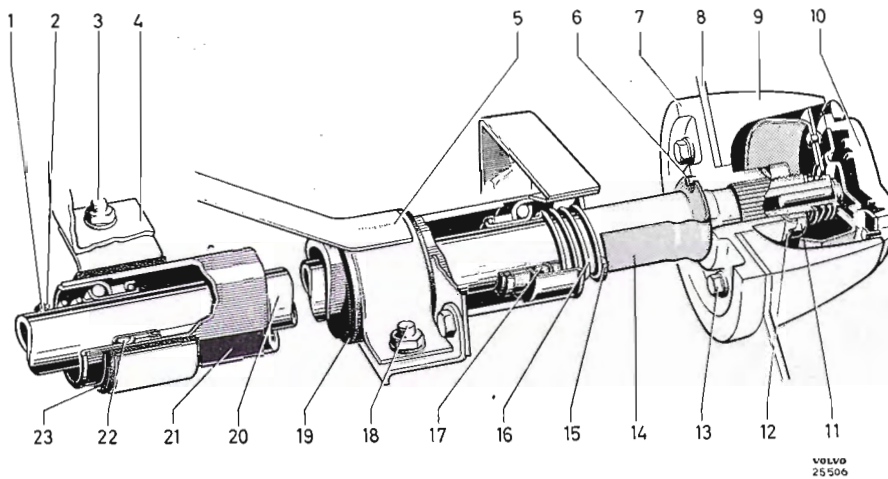

Abb. 43 Lenkspindellagerung, 1800 früh. Ausf.
5. Feder und Lagersitz auf die obere Lenkspindel schieben. Bei 1800 darauf achten, daß der Sicherungsring in der Nut einfedert. Kontrollieren, daß die Gummibuchsen unter den Mantelrohrschellen einwandfrei sind. Mantelrohr und übrige Teile der Lenksäule entspr. Abb. 43 oder 44 einbauen. Die Ausführung der Lenkspindellagerung entscheidet, welche Abbildung zutrifft.